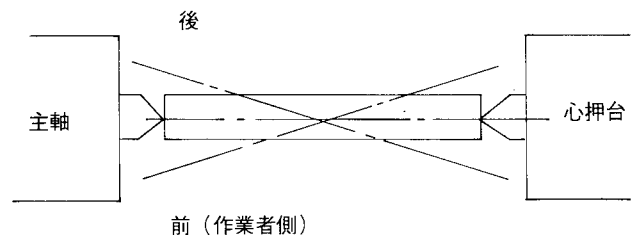

図 2-24
- ④ 両端での数値を読み取り、傾きを測定する。
- ・ 工作物が主軸側で前後いずれの方へ傾いているか確認する (図 2-24)。